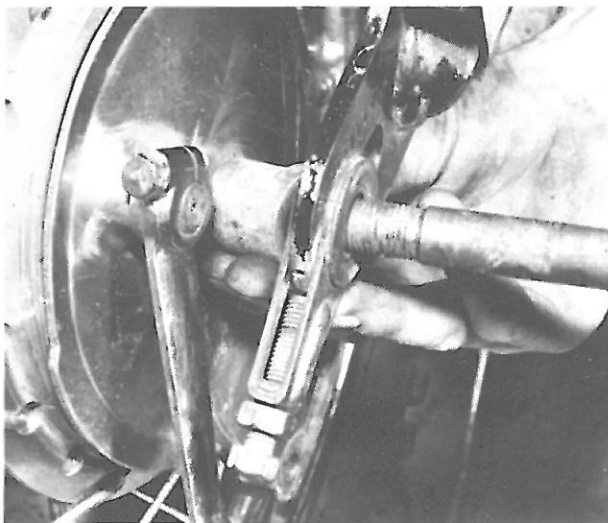

Bild 197
- Kettenspannschrauben lösen und die Mutter bzw. beide Muttern der Hinterradachse (linke Seite) entfernen, dann Achse mit Kunststoffhammer ausschlagen. Damit ist das Hinterrad frei zum Ausbau, doch sollten Sie sich zuvor die Lage der Abstandsbüchse an der rechten Seite zwischen Bremsankerplatte und Kettenspanner gut merken. Die Kettenspanner schieben sich vermutlich zusammen mit dem Rad aus dem Rahmen und fallen dann herunter (Bild 197).